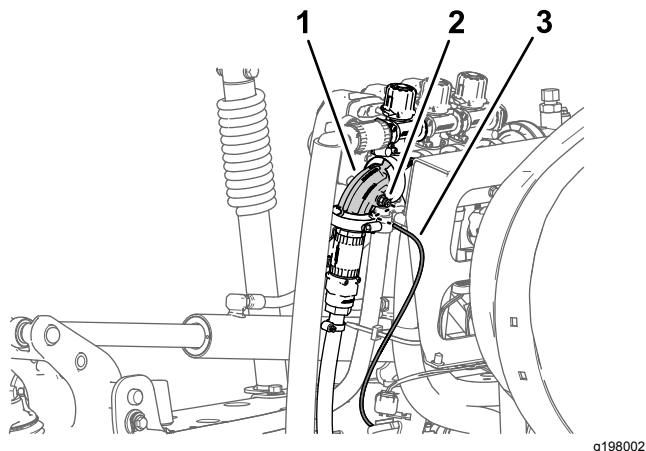

図 28
1. 右側ブーム用バルブの90°エルボに、チューブカップラのカラーを押し込む 図 28。
2. ダッシュボード用の水圧検知チューブを抜き出す 図 28。